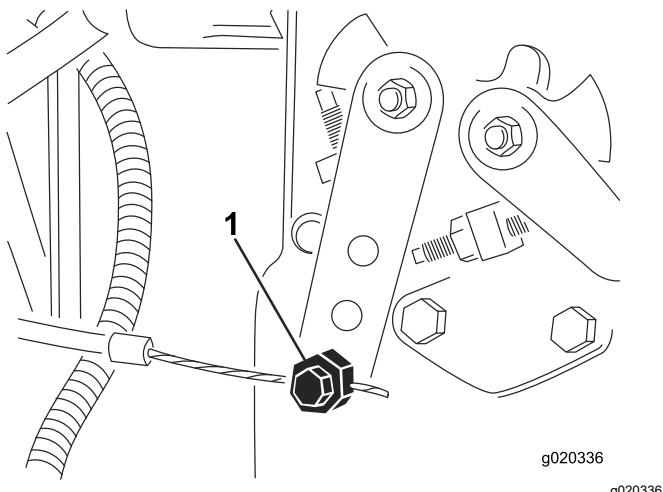

Figura 90
- Afloje el conector del cable del acelerador en la palanca de la bomba de inyección (Figura 90).